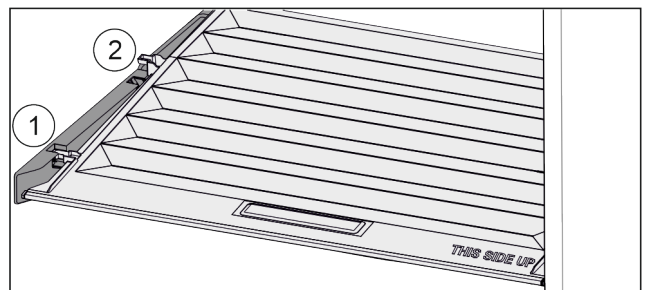

Fig. 124
- ▶ Deksel tot de opening in de vasthouddelen naar voren trekken Fig. 124 (1).
- ▶ Aan de achterkant vanaf de onderkant omhoog tillen en vanaf de bovenkant verwijderen Fig. 124 (2).